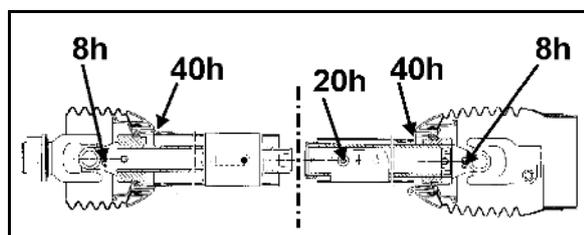

Fig. 96
2. Décompressez les ressorts (Fig. 96/1) en desserrant les écrous (Fig. 96/2).